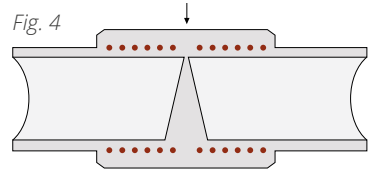

Fig. 5
- Ukorrekt innstikk av rør i muffen (se fig. 5)